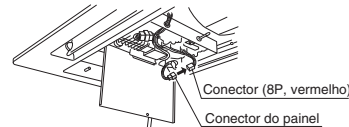

Fig. 7-17
- Depois de instalar o painel de tecto, ligue o conector 8P vermelho dentro da caixa de componentes eléctricos da unidade interior ao conector desde o painel de tecto. (Fig. 7-17) (Se este conector não for ligado, a mensagem de erro "P09" será visualizada no telecomando e a unidade não funcionará.)